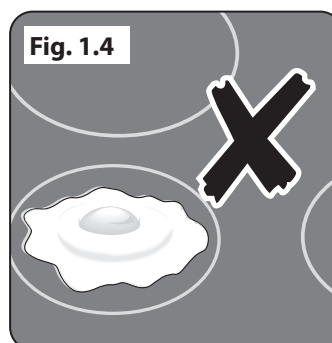

Fig. 1.4
- Seuls certains types de récipients en verre, vitrocéramique, terre cuite ou autres récipients émaillés peuvent être utilisés sur la **table de cuisson**; les autres risquent de se briser en raison du changement soudain de température. Ne faites jamais cuire des aliments à même la table de cuisson (**Fig. 1.4**).